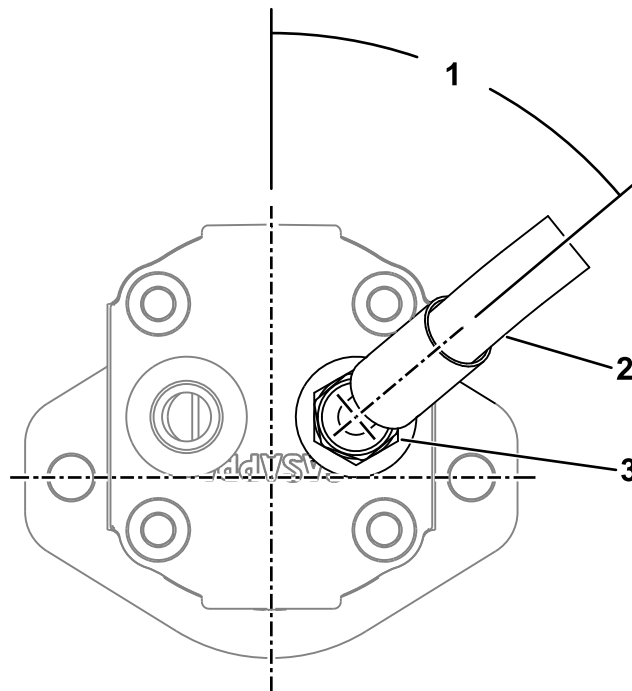
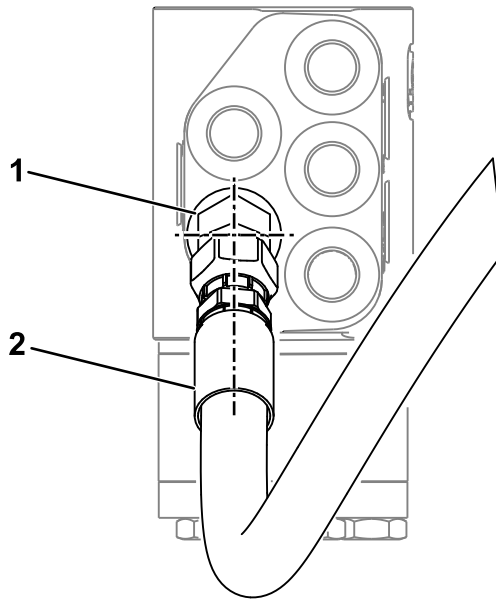

Figura 9
Figura 10
2. Ligue o tubo hidráulico de 45° à nova união reta e oriente-a a 50° como se mostra na Figura 9.
4. Ligue a união reta do tubo hidráulico à nova união de 45° como se mostra na Figura 10.
6. Assegure-se de que o tubo e os acessórios estão alinhados como se mostra na Figura 9 e Figura 10 e que não há torção no tubo quando encaminhado ao lado das linhas hidráulicas existentes.